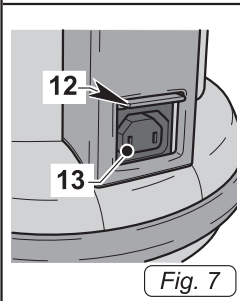

Fig. 7
- Поднять створку (12 Рис. 7) для доступа к розетке (13 Рис. 7).